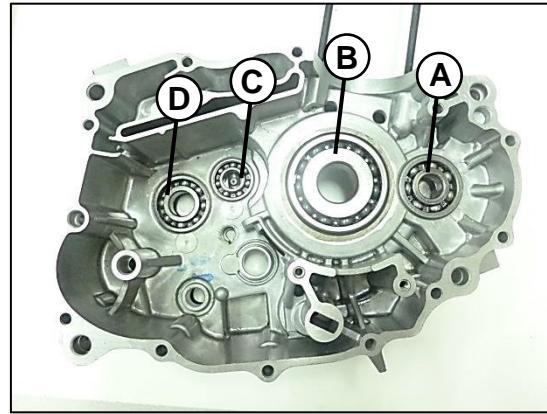

Fig. 34
(D) rodamiento eje secundario (620Z TPI) **Fig. 34**